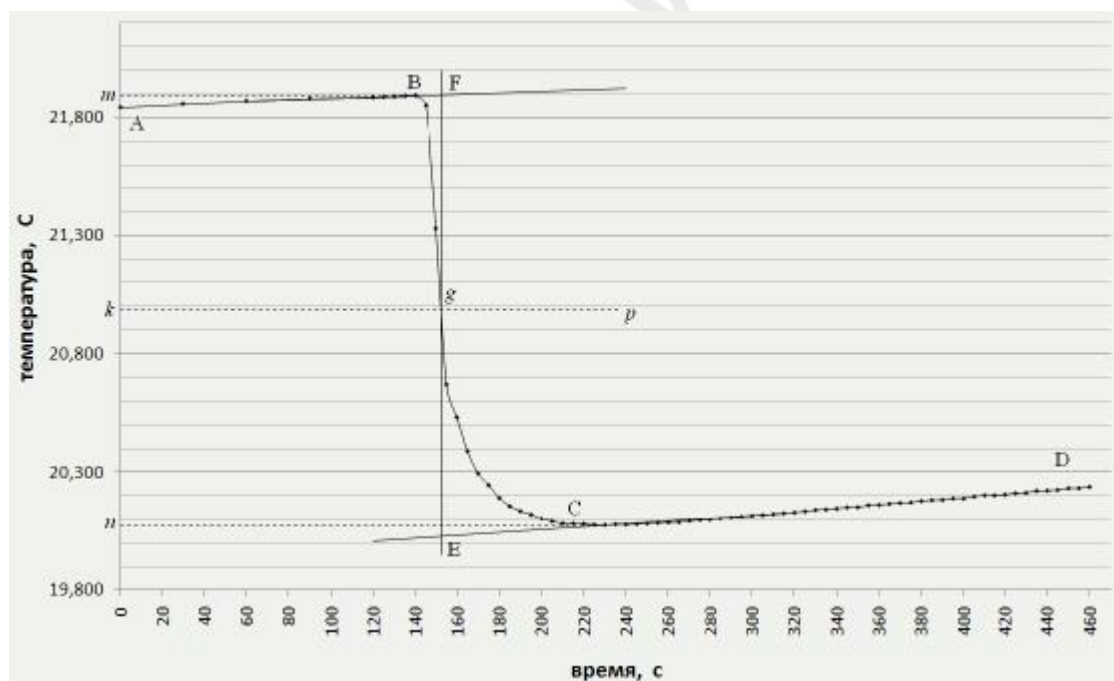

Рис. 14. Изменение температуры при растворении 3 г  $\text{NH}_4\text{Cl}$  в  $100 \text{ см}^3$  воды
**Пример расчета постоянной калориметра.** Исходные данные при определении постоянной калориметра: в  $100 \text{ см}^3$  растворилось 3 г  $\text{NH}_4\text{Cl}$ . Действительное изменение температуры, определенное графическим методом (рис. 14), составило  $-1,87^\circ\text{C}$ .